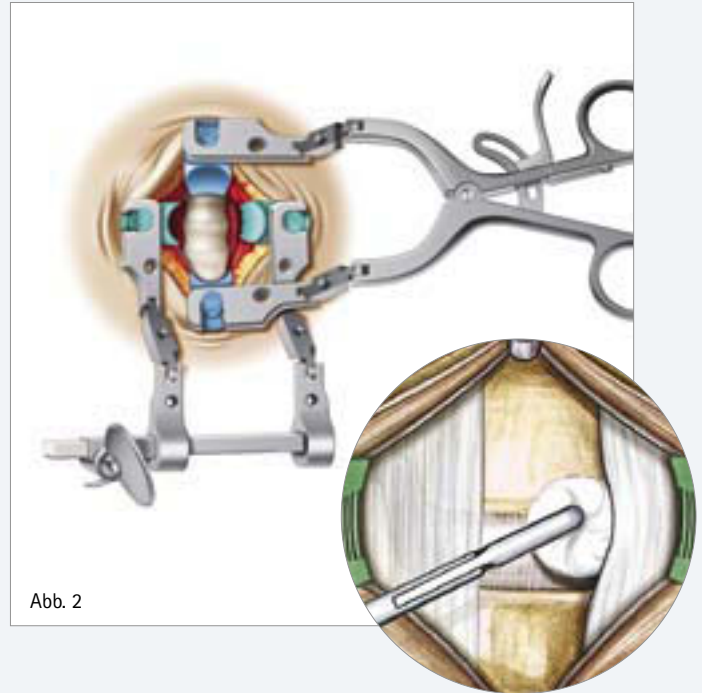

Abb. 2
- Nach der Hautinzision und Präparation erfolgt das Einsetzen des CASPAR® Retraktors (Abb. 2). Die Valven sind sowohl in PEEK als auch in Titan erhältlich. Ein Gegensperrer kann verwendet werden. Das subkutane Gewebe wird vom Platysma nach kranial, kaudal und medial getrennt. Danach wird das Platysma in Faserrichtung auseinandergeschoben. Die Platysma-ränder können mit einem Wundspreizer oder zwei chirurgischen Pinzetten auseinander gehalten werden.